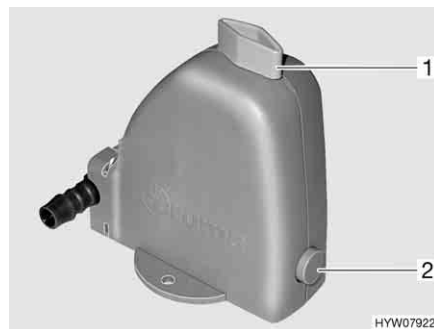

Bild 141 Sicherheits-/Ablassventil des Boilers
Der Boiler ist mit einem Sicherheits-/Ablassventil (Bild 141) ausgestattet. Das Sicherheits-/Ablassventil verhindert, dass das Wasser im Boiler einfriert, wenn bei Frost die Heizung nicht eingeschaltet ist.
- Sicherheits-/Ablassventil schließen. Dazu den Drehknopf (Bild 141,1) quer zum Sicherheits-/Ablassventil drehen und den Druckknopf (Bild 141,2) hineindrücken.
- Sicherheits-/Ablassventil öffnen. Dazu den Drehknopf (Bild 141,1) längs zum Sicherheits-/Ablassventil drehen. Der Druckknopf (Bild 141,2) springt heraus. Der Boiler wird über das Sicherheits-/Ablassventil nach außen entleert.